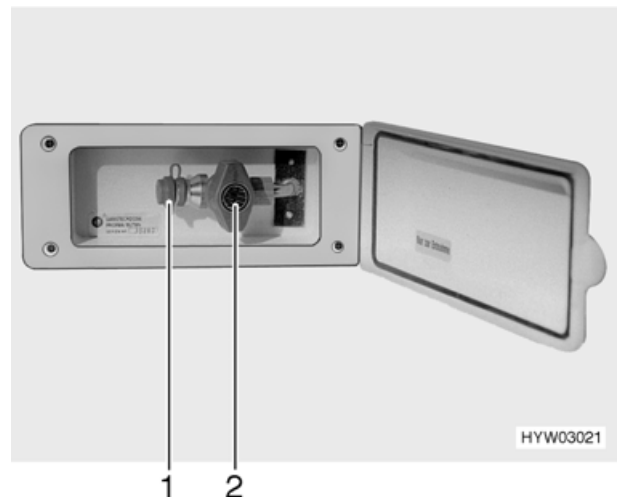

Fig. 53 Presa gas esterna, rubinetto chiuso
- ▶ Quando la presa gas esterna per il gas non viene utilizzata, chiudere sempre il rubinetto (Fig. 53,2).
- ▶ Accertarsi che dopo aver collegato l'impianto a gas e aver aperto il rubinetto non fuoriesca del gas dalla presa esterna (Fig. 53,1). Se la presa gas esterna perde, il gas si disperde nell'atmosfera. Chiudere immediatamente il rubinetto e la valvola principale della bombola del gas. Fare controllare la presa esterna del gas da un'officina autorizzata.
La presa gas esterna si trova (Fig. 53) sul lato anteriore destro vicino al vano portabombole.